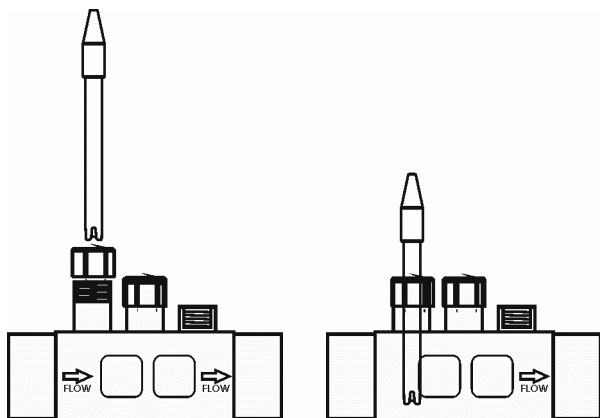

Fig. 12
1. Inserir o sensor de pH fornecido com o equipamento no correspondente compartimento do porta-sondas (Fig. 12).